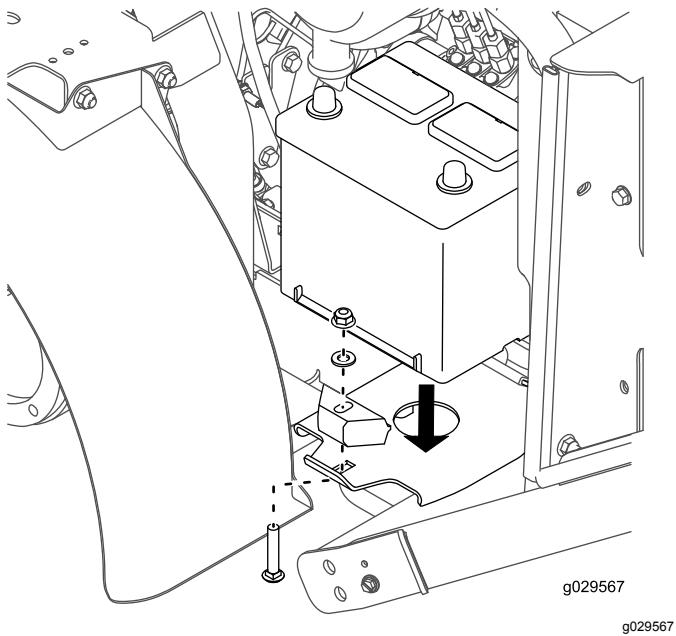

Bild 40
8. Befestigen Sie die Batterie lose mit der Schlossschraube, der Befestigungsplatte, der Scheibe und Mutter, die Sie vorher entfernt haben, an der Batterieplattform (Bild 40).